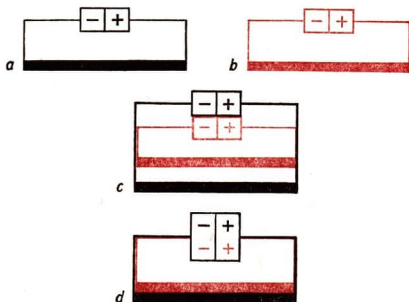

Abb. 134/1. Abhängigkeit des Widerstandes vom Querschnitt (schematisch)
2. Die Abhängigkeit des Widerstandes vom Querschnitt des Leiters. In den Abbildungen 134/1a und b sind zwei völlig gleiche Stromkreise schematisch dargestellt. Da die Spannungen und die Widerstände in beiden Stromkreisen jeweils gleich groß sind, haben die elektrischen Ströme auch in beiden Kreisen die gleiche Stärke. Schaltet man nun die beiden Stromkreise, wie es in der Abbildung 134/1c angedeutet ist, zusammen, so fließen die Elektronen nach wie vor mit derselben Geschwindigkeit und in derselben Anzahl durch jeden Leiter.